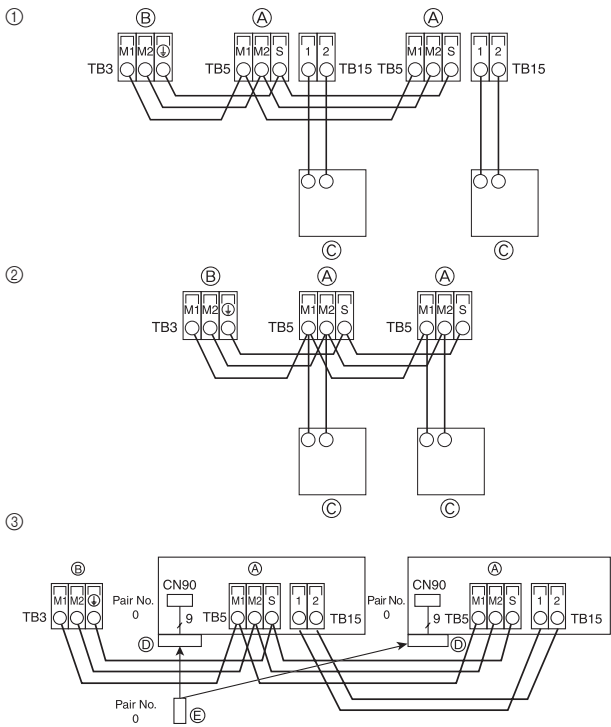
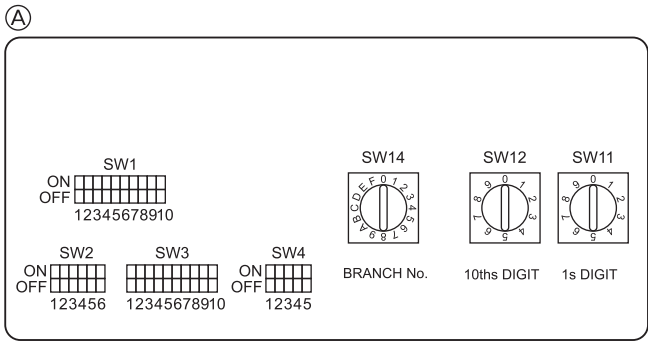

Fig. 5-3
Fig. 5-4
5.4. Conexión de los cables de transmisión del mando a distancia y de las unidades exterior e interior (Fig. 5-3)
- ① Mando a distancia MA
- ② Mando a distancia M-NET
- ③ Controlador remoto inalámbrico (al instalar un receptor de señales inalámbricas)
- ① Bloque de terminales para el cable de transmisión interior
② Bloque de terminales para el cable de transmisión exterior (M1(A), M2(B), ④(S))
③ Controlador remoto
④ Receptor de señal inalámbrica
⑤ Controlador remoto inalámbrico
5.5. Configuración de las direcciones (Fig. 5-4)
5.6. Determinación de la temperatura ambiente con el sensor incorporado en un mando a distancia (Fig. 5-4)